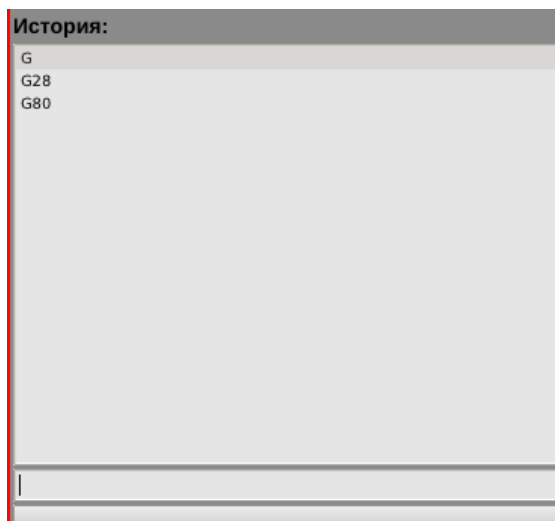

Рис. 44. Пример списка ранее введенных команд в поле История.
2. С помощью навигационных клавиш «Вверх», «Вниз» выберете в поле «**История**» требуемую команду (см. Рис. 44).